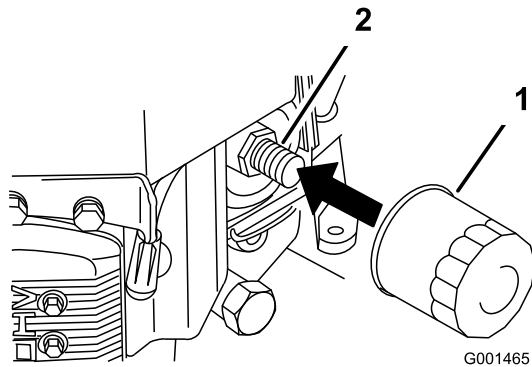

Bild 24
2. Entfernen Sie den alten Filter (Bild 24).
3. Ölen Sie die Gummidichtung am Ersatzfilter leicht mit Frischöl ein (Bild 24).
4. Montieren Sie den Ersatzölfilter am Filterstutzen. Drehen Sie den Ölfiler nach rechts, bis die Gummidichtung den Filterstutzen berührt. Ziehen Sie den Filter dann um eine weitere 3/4 Drehung fest (Bild 24).